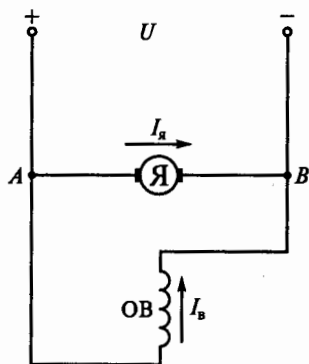

Рис. 244
**10.38.** Как направлена ЭДС в якоре двигателя, схема которого изображена на рис. 244?